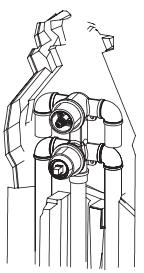

Рис. 2 / 2 сур.
3. Необходимо смонтировать смеситель, подключив к нему трубы системы водоснабжения, и закрепить его к стене (рис. 2).